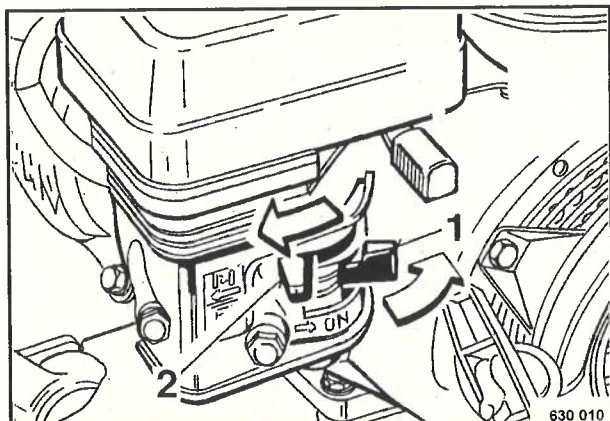

Fig. 1
- Abrir la llave de combustible 1 (Fig. 1) hasta el tope en dirección de la flecha.
- Cerrar la palomilla de arranque deslizando la palanca (2) hasta el tope en dirección de la flecha.